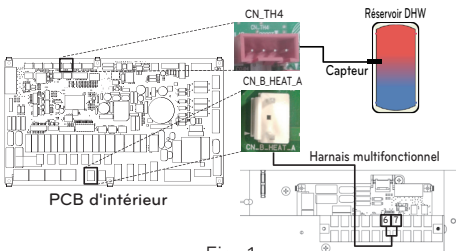

Fig. 1
Étape 2. Connectez le harnais (Violet) du PCB principal (TB1(6/7)) à 'CN_B_Heat_A' du PCB principal comme illustré ci-dessous dans la fig. 1